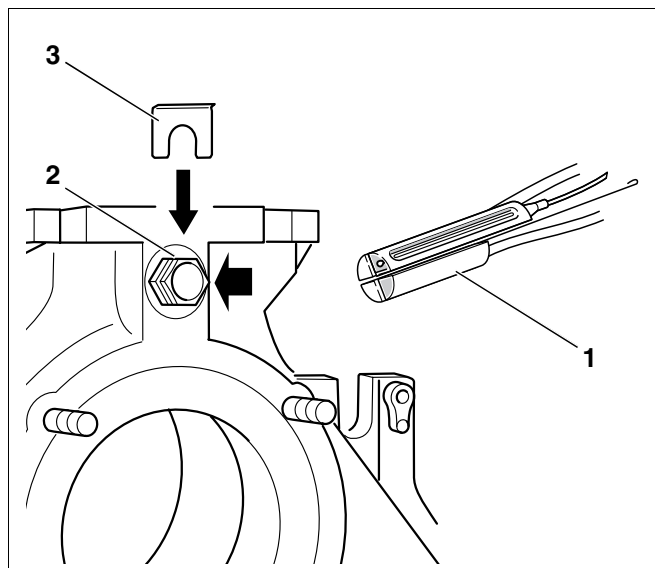

Рис. 62 Установка комплекта температурных датчиков
Комплект датчиков, подключенных к системе управления (три датчика, одна заглушка рис. 62, поз. 1) установить в погружную гильзу R $\frac{3}{4}$.
- Проложить капиллярные трубки к месту измерения в котле, там вставить датчики в погружную гильзу (рис. 62, поз. 2) и закрепить, установив фиксатор (рис. 62, поз. 3).